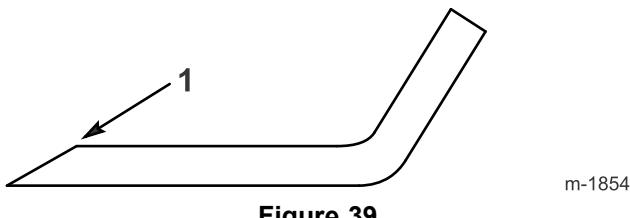

Figure 39
1. Au moyen d'une lime, aiguissez les tranchants aux deux extrémités de chaque lame (Figure 39). en veillant à conserver l'angle de coupe d'origine. Limez la même quantité de métal sur les deux tranchants pour ne pas déséquilibrer la lame.